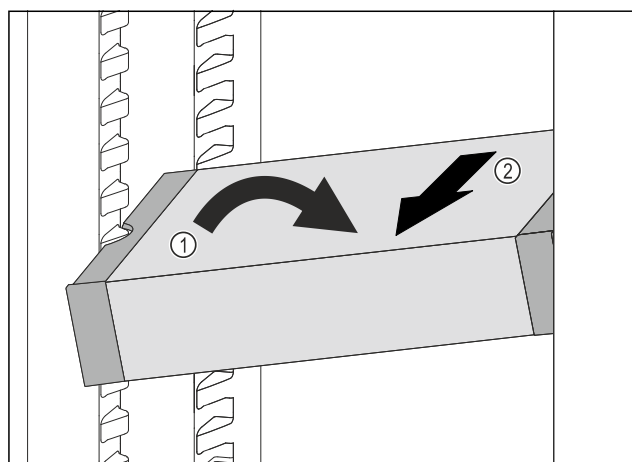

Fig. 41
- ▶ Incliner le VarioSafe dans la partie réfrigérateur. Fig. 41 (1)
- ▶ Sortir le tiroir VarioSafe par l'avant. Fig. 41 (2)